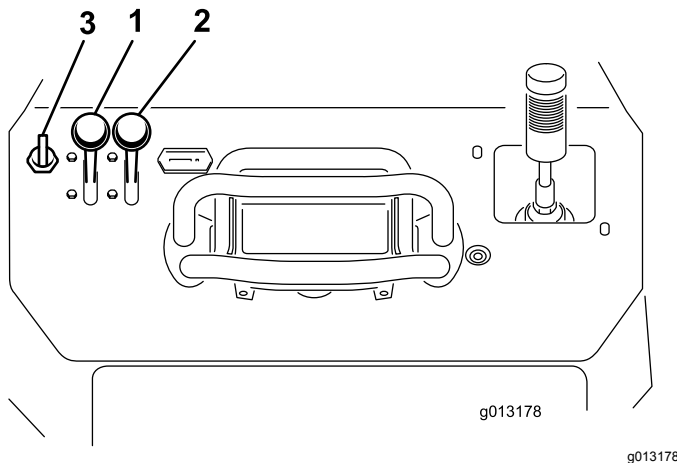

Figura 16
1. Mueva la palanca del acelerador a un punto intermedio entre las posiciones de LENTO y RÁPIDO (Figura 16).
2. Mueva la palanca del estarter a la posición de ABIERTO (Figura 16).
3. Gire la llave a la posición de CONECTADO (Figura 16). Cuando el motor arranque, suelte la llave.
4. Mueva gradualmente la palanca del estarter a la posición de DESCONECTADO (Figura 16). Si el motor se cala o funciona de forma irregular, active el estarter otra vez hasta que el motor se caliente.
5. Mueva la palanca del acelerador a la posición deseada (Figura 16).
2. Mueva la palanca del acelerador a la posición de LENTO (Figura 16).